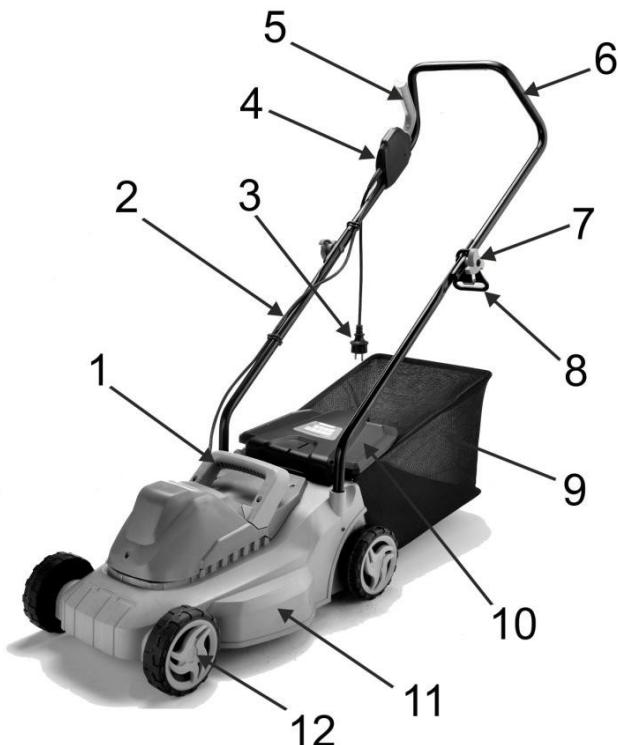

Рис. 1
- Установите верхнюю часть рукоятки управления на нижнюю. Зафиксируйте положение барашковой гайкой (7)(См. Рис.1; 2).
- Для включения газонокосилки: нажмите кнопку блокировки от случайного пуска (4)(См. Рис.1; 3), и удерживая ее в этом положении, нажмите на пусковой рычаг (5)(См. Рис.1; 3).
- Для выключения газонокосилки: отпустите пусковой рычаг (5)(См. Рис.1; 3) и отсоедините косилку от сети питания.